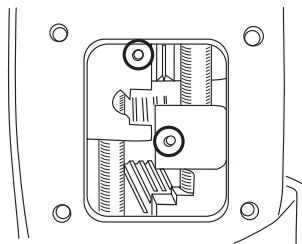

Рис. 10
- а.** установить направляющие штифты (Рис. 10 обведены) в вилки переключения РК (диаметр штифтов 4 мм, высота надвилкой должна составлять 4–5 мм);